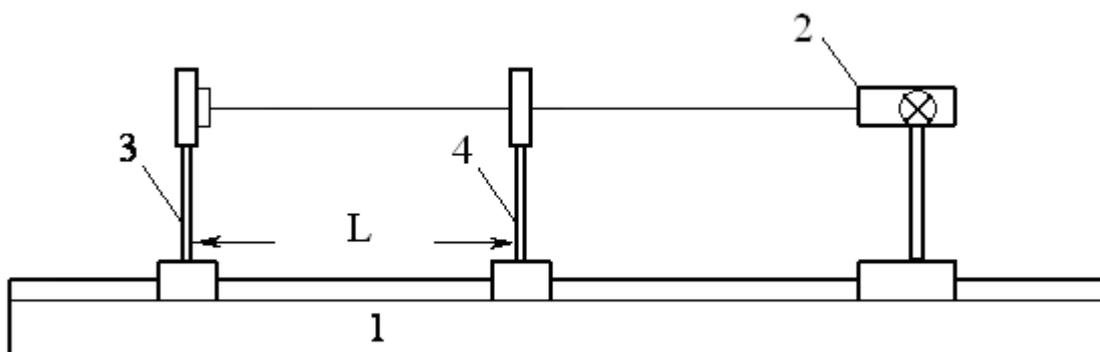

Рис. 2.
Схема установки изображена на рис. 2.
1. Установить лампу на оптическую скамью (рис.2).
2. Установить на оптической скамье держатели 3 и 4 (рис.2)
11. Для каждого измерения по формуле (10) вычислить длину волны λ и занести в таблицу 1.
5. Регулируя накал нити пирометрической лампы реостатом R (рис. 2) добиться одинаковой яркости нитей пирометрической лампы и лампы накаливания. При этом четкость изображения достигается подстройкой окуляра. Соответствующее значение силы тока I_2 с цифрового прибора занести в таблицу 1. Измерения провести не менее 3 раз, каждый раз изменяя накал лампы пирометра и снова выравнивая яркость. Вычислить среднее значение силы тока I_2 .
9. Вычислить по формуле (14) температуру T нити лампы накаливания, используя найденные значения T_y и $\alpha_{\lambda,T}$.